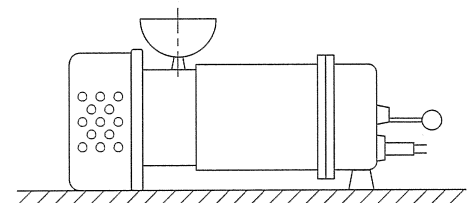

図6
- (1) ご使用の前に必ず絶縁抵抗の測定をしてください。絶縁抵抗値は1MΩ以上あれば運転に支障ありませんが1MΩ以上あっても、急に低下し始めているものは異常と考えられますので修理が必要です。
- (2) 運転中の電流値、電流計のふれを点検してください。ふれの大きい場合は異物をかみ込んでいる恐れがあります。付着した異物を取り除いてください。
- (3) 吐出し量が急激に減少している場合には、吸込口（ストレーナ部）に異物がつまっている恐れがあります。付着した異物を取り除いてください。
- (4) ポンプ性能が徐々に低下した場合は、ケーシングや羽根車の摩耗が考えられます。各部を点検し摩耗している部品は早期に交換してください。
- (5) 使用後に、メカニカルシールの潤滑油を点検・交換しますと、メカニカルシールの寿命が長くなります。この際、潤滑油に水が浸入し、白濁している場合は、メカニカルシールの不良ですので交換が必要です。潤滑油交換時には図6のように注油プラグを上にし、ポンプを水平に置いて表1に示す潤滑油を必ず規定量注油してください。この時ポンプをゆすったりして、規定量以上注油しますと、メカニカルシール室の内圧上昇により、シール寿命が著しく低下します。注油後はシールワッシャを介し注油栓を十分に締付けてください。
メカニカルシール室の潤滑油交換は6カ月毎に行ってください。この潤滑油に水が混入し白濁している場合は、メカニカルシールを交換してください。潤滑油の交換時には図6のように注油栓を真上にし、ポンプを水平に置いてタービン油（#32）を表1に示されている指定量注油し注油栓ガasketを介し注油栓を十分に締付けてください。